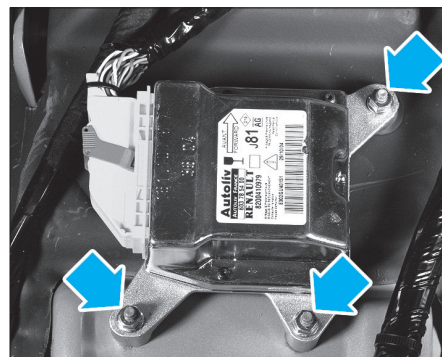

FIG. 9
- Déposer les trois vis de fixation du calculateur (Fig.9).